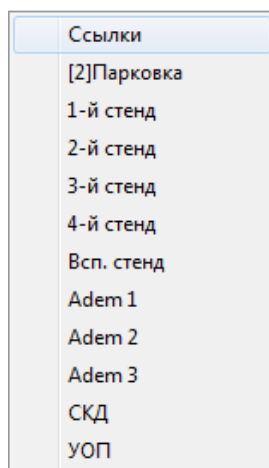

Рисунок 8-136 Контекстное меню области отображения вкладок планов помещений
- Через контекстное меню области отображения вкладок планов помещений (см. Рисунок 8-136) – нажмите правой клавишей мыши на области отображения вкладок планов помещений и в появившемся контекстном меню выберите требуемый план помещения;